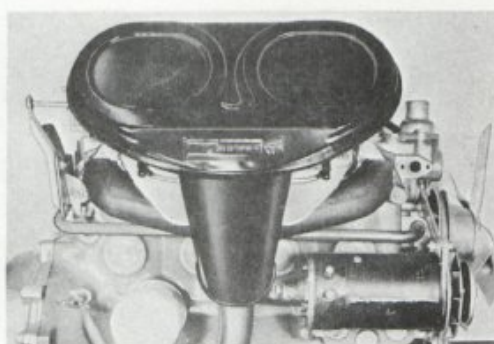

Bild 5. Vinterinställning, B18B
- B. Vintertid vändes filtret enligt bild 5. Härvid suges varm luft in i förgasarna.